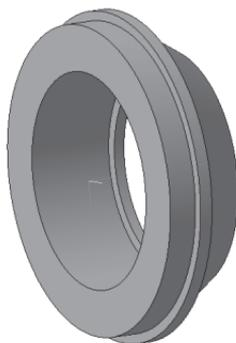

Рис. 210. Ступица
- На Инструментальной панели Вид выберите команду **Полутоновое, Полутоновое с каркасом** (рис. 210);